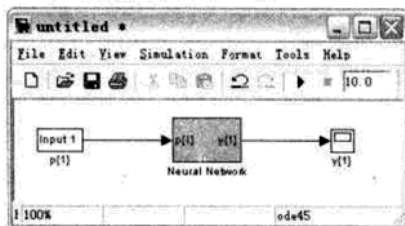
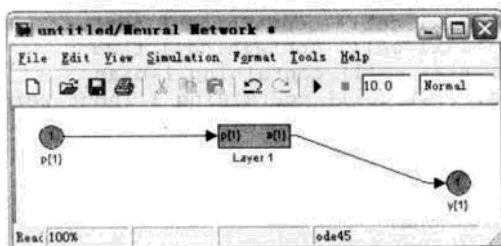

图 19.6 生成神经网络的 Simulink 模型
图 19.7 线性神经网络的构成
生成的 Simulink 模型如图 19.6 所示, 模型中包括一个线性网络的仿真, 这个线性网络输入端连接一个采样输入, 输出端连接一个示波器。
(6) 双击 Neural Network 模块。在图 19.6 中, 并不能看到网络结构信息, 打开 Neural Network 模块, 就能够看到 Neural Network 子系统的构成, 如图 19.7 所示。